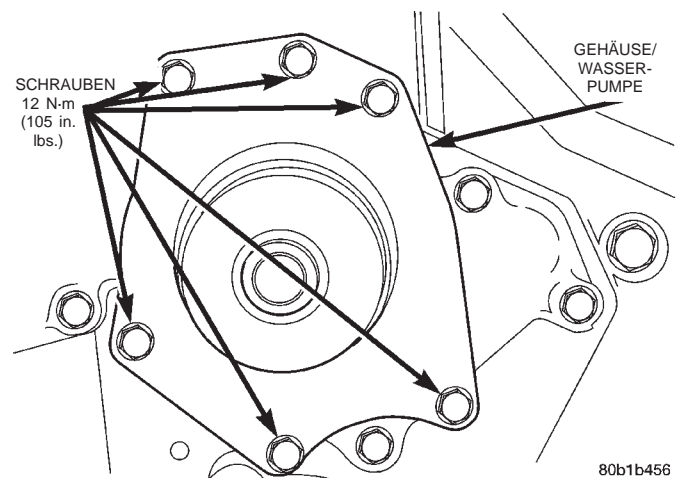

Abb. 18 Wasserpumpe—3.2L-Motor
(1) Das Kühlsystem entleeren. Näheres hierzu siehe Abschnitt "Entleeren des Kühlsystems" in diesem Abschnitt.
(2) Die Wasserpumpe wird über den Zahnriemen angetrieben. Näheres zum Ausbau von Bauteilen für den Zugang zur Wasserpumpe siehe Abschnitt zum Ausbau des Zahnriemens in Kapitel 9, "Motoren".
(3) Die Befestigungsschrauben der Wasserpumpe lösen (Abb. 18).
(4) Das Gehäuse der Wasserpumpe am Motor abbauen (Abb. 18).